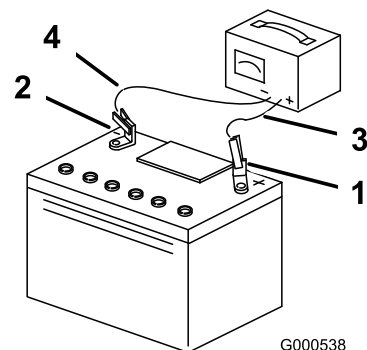

Figura 32
3. Cuando la batería esté completamente cargada, desconecte el cargador de la toma de electricidad, luego desconecte los cables del cargador de los bornes de la batería (Figura 32).